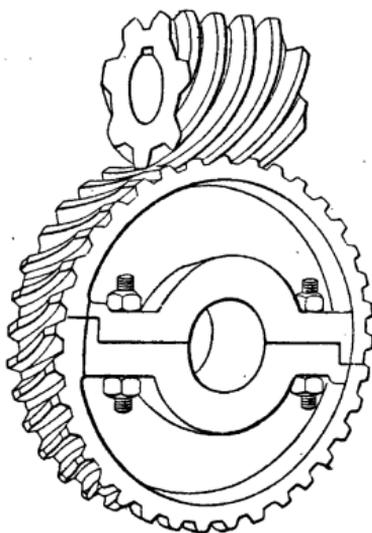

Fig. 596.
*Roue concave avec vis sans fin* (fig. 596). — La roue à denture concave pour vis sans fin est préférablement employée à la roue droite pour les cas où il y a de grands efforts. Ses dents ont beaucoup de surface de contact si elles sont bien faites, mais il arrive parfois qu'elles laissent à désirer à la sortie du tour si elles sont taillées en pleine matière ou fondues sur un modèle mal compris et que l'on soit obligé de retoucher à la main ou avec